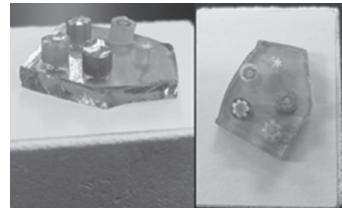
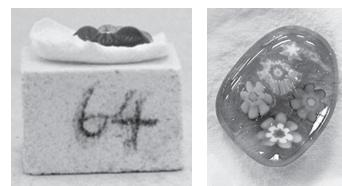

図1
図2
- (1)耐火レンガにセラシートを乗せます。
- (2)セラシートの上にベースの板ガラスをセラシートからはみ出さないように置きます。
- (3)ミルフィオリのチップを選びます。
- (4)チップを板ガラスの上に場所を決めて置きます。
- (5)チップにのりを付けて、板ガラスに止めます（図1）。
- (6)850℃に設定した電気炉に耐火レンガごと入れて約7～15分加熱します。
- (7)加熱中にチップは融けて板ガラスの中に沈んで行きます（図2）。